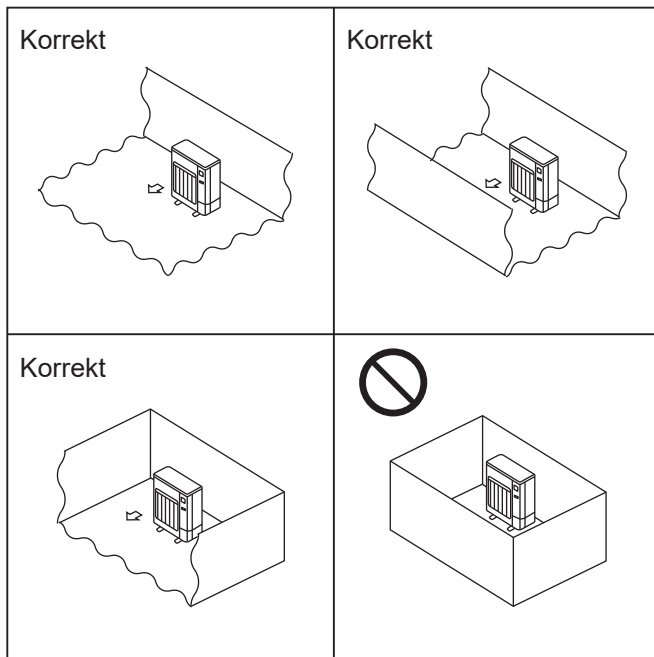

Fig. 2-2
- Installer udendørsenheder på et tilstrækkeligt stort område, hvor mindst én af enhedens fire sider ikke er blokeret, og hvor der ikke er fordybninger. (Fig. 2-2)